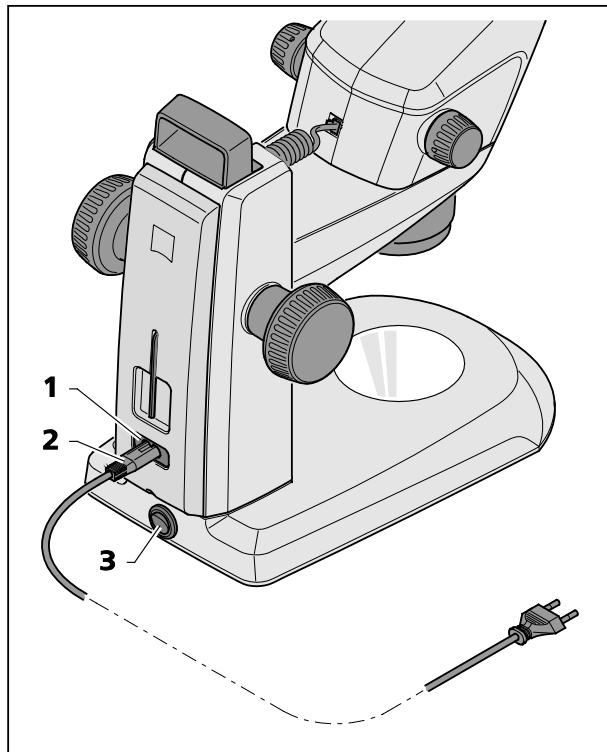

Fig. 17 Conectar el estreomicroscopio
- Enchufar el cable de red (Fig. 17/**2**) en la hembrilla de conexión a la red (Fig. 17/**1**) situada en el estativo.
- Conectar el cable de red (Fig. 17/**2**) a una caja de enchufe de red.
- Conecitar resp. desconectar el estereomicroscopio con el interruptor de red (Fig. 17/**3**).